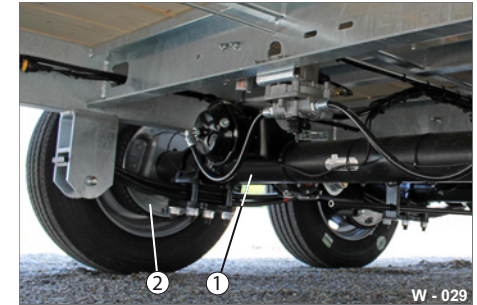

Abb. 29 Hebevorrichtung ansetzen
- ▶ Setzen Sie die Hebevorrichtung möglichst nach außen, im Bereich für Hebevorrichtung (Abb. 29/2), unter das Achsrohr (Abb. 29/1) an.